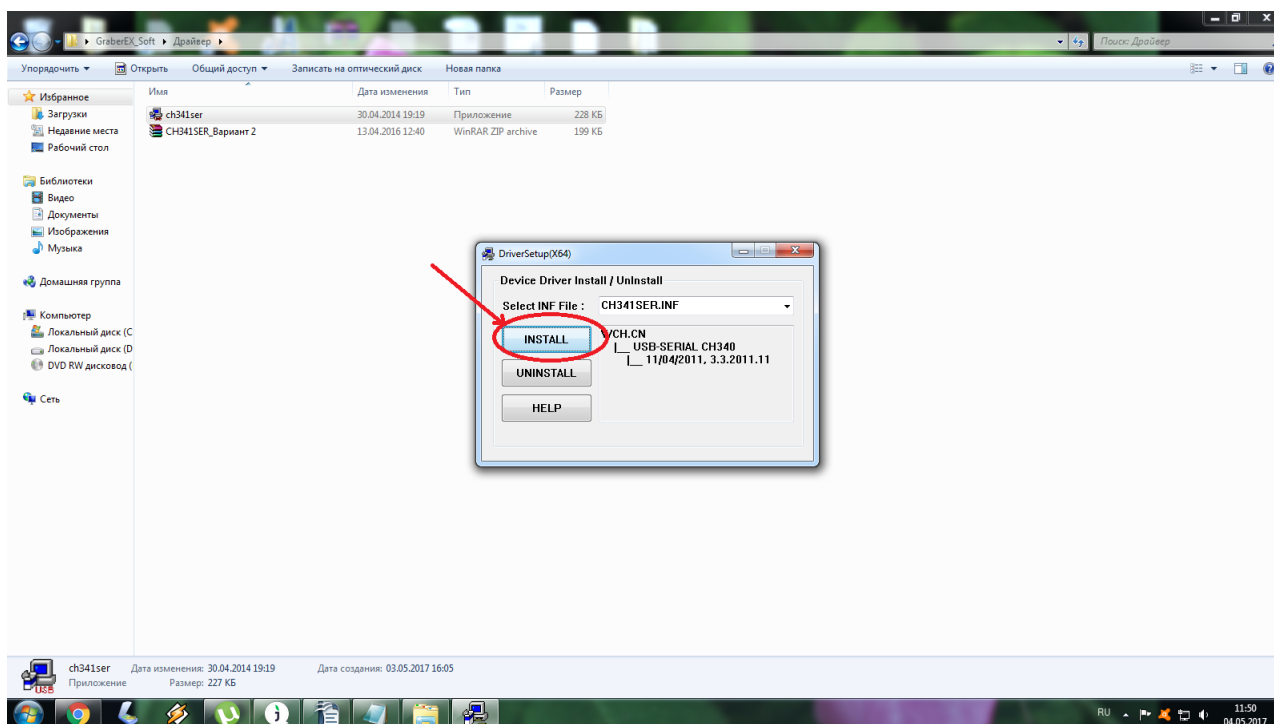

Рисунок 4. Установка драйвера для USB-COM
4) Нажмите на кнопку «INSTALL» и установите драйвер для USB-COM, рисунок 4